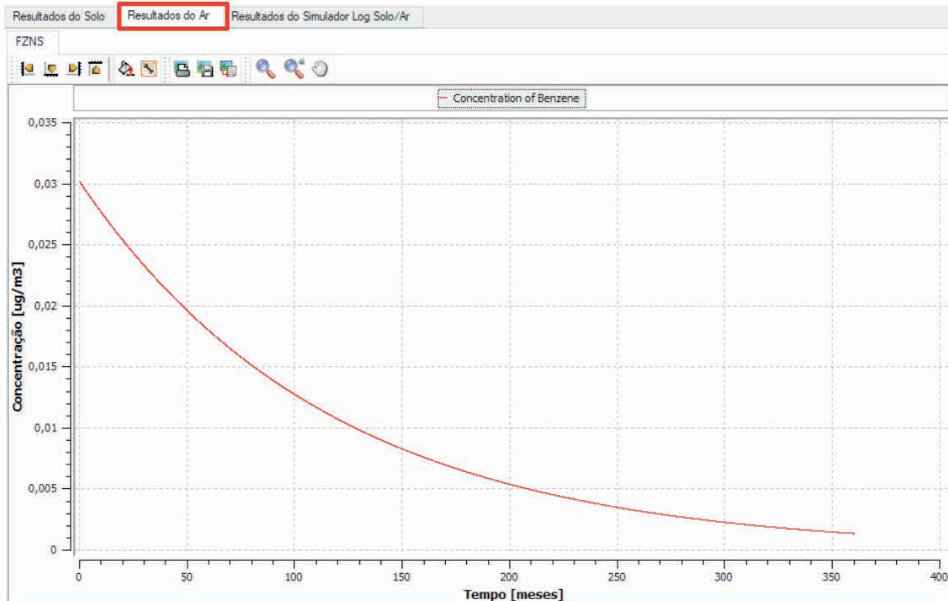

Figura 3.42 Resultado da simulação da volatilização das substâncias químicas para o ar em função dos meses.
- Volatilização das substâncias químicas de interesse para o ar: O resultado é apresentado na aba *Resultados do Ar*, por meio de um gráfico que demonstra a variação da concentração das substâncias químicas no ar, em função dos meses (Figura 3.42). A aba *Resultados Simulador Log Solo/Ar* também apresenta os parâmetros calculados especificamente para a volatilização, tais como: taxa de volatilização, fluxo de vapor e difusão efetiva para o ar.